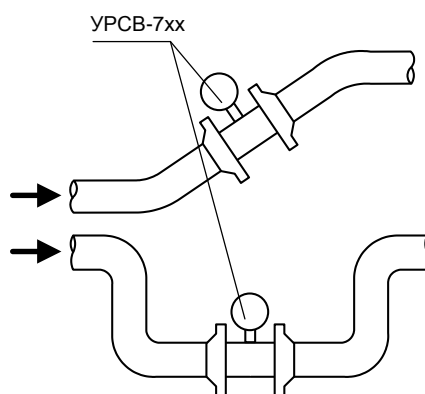

Рис.3. Рекомендуемые места установки расходомера.
- в месте установки в трубопроводе не должен скапливаться воздух – расходомер не должен располагаться в самой высокой точке трубопровода; наиболее подходящее место для монтажа (при наличии) – нижний, либо восходящий участок трубопровода (рис.3);